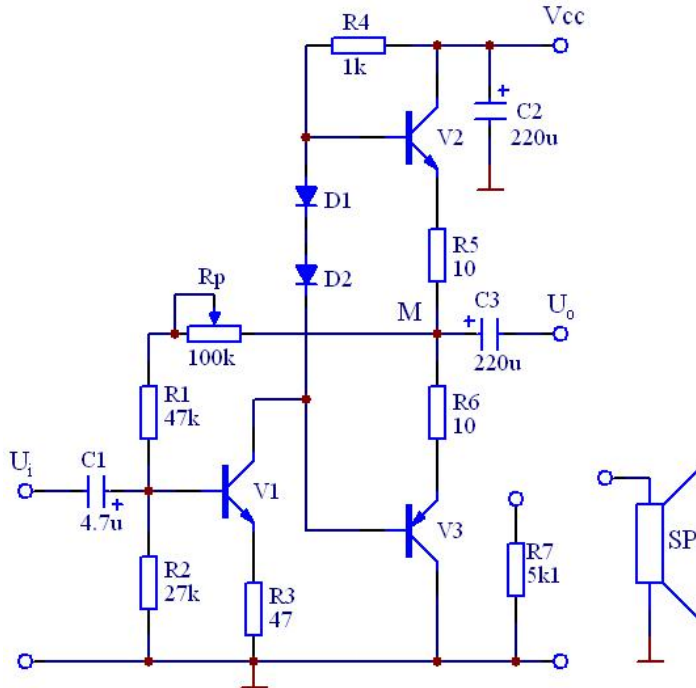

图 20.1 互补对称功率放大器
1. 分析图 20.1 电路中各三极管工作状态及交越失真情况。